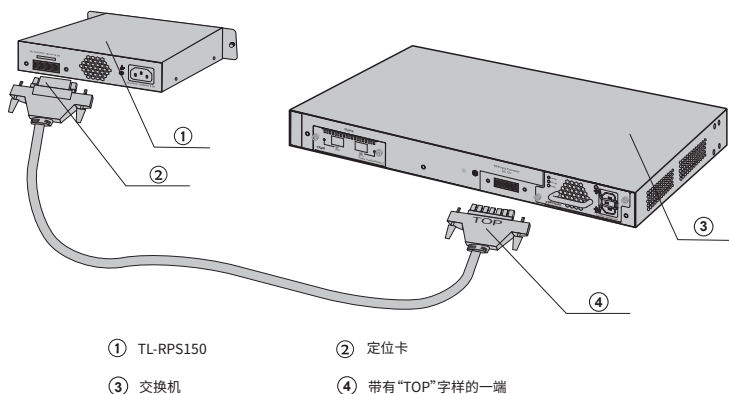

图3-3 连接交换机
3. 使用TL-RPS150中配送的直流电源线连接交换机和TL-RPS150。如图3-3所示，直流电源线的其中一端插头上标有“TOP”字样，另一端插头上则带有一个定位卡片。请将标有字母“TOP”的一端插到交换机的RPS输入接口，而带有定位卡片的一端插入TL-RPS150的直流输出口。操作时应注意将两端插头中带字母“TOP”和带定位卡片的一面朝上。